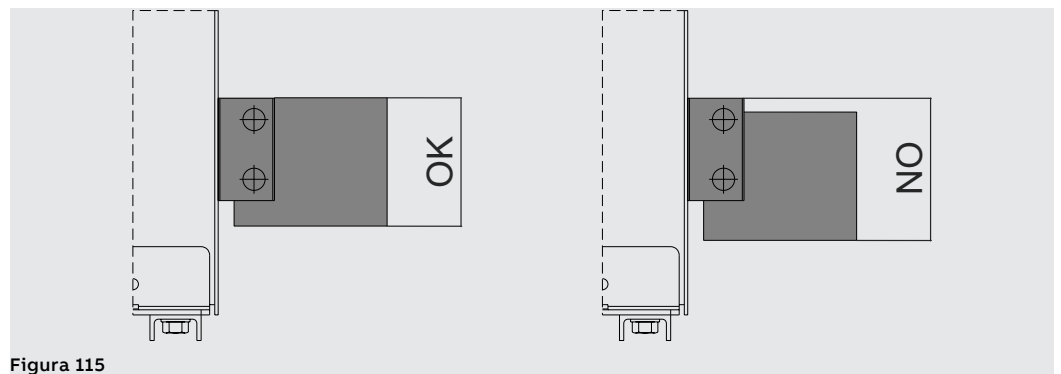

Figura 115
- Garantizar la máxima utilización de la superficie del terminal. Véase ejemplo Figura 115.